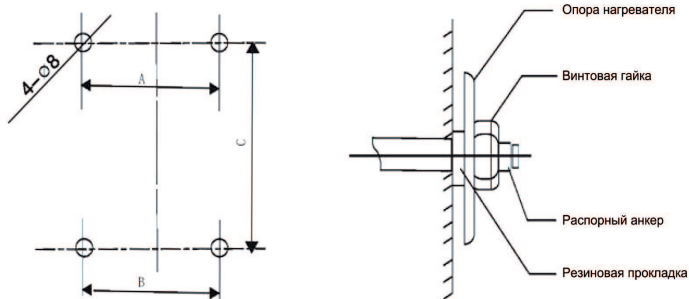

Рис. 5
- а) Произведите разметку отверстий на стене как показано на рис. 5. Затем просверлите 4 отверстия  $\varnothing$  8 мм. забейте в них по одному распорному анкеру  $\varnothing$  6 мм (размеры следует подбирать в соответствии с таблицей монтажных размеров).